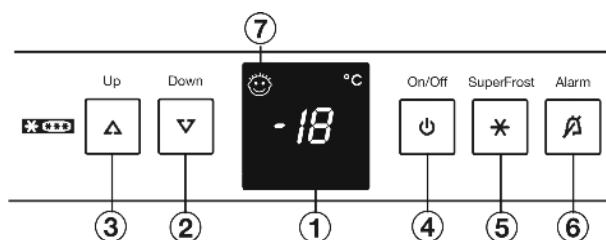

Fig. 2
- ▶ Appuyer sur la touche On/Off Fig. 2 (4).
- ▶ Activer le mode de réglage : Appuyer env. 5 s. sur la touche SuperFrost Fig. 2 (5).
- ▶ A l'aide de la touche de réglage Up Fig. 2 (3) ou Down Fig. 2 (2), sélectionner h.
- ▶ Confirmer : enfoncer brièvement la touche SuperFrost Fig. 2 (5).
- ▶ Régler l'affichage plus lumineux : appuyer sur la touche de réglage Up Fig. 2 (3).
- ▶ Régler l'affichage plus sombre : appuyer sur la touche de réglage Down Fig. 2 (2).
- ▶ Confirmer : appuyer sur la touche SuperFrost Fig. 2 (5).
- ▶ Désactiver le mode de réglage : appuyer sur la touche On/Off Fig. 2 (4).